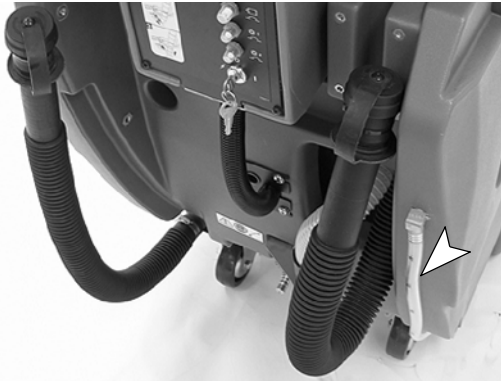

FIG. 12
7. Observez le niveau du réservoir de solution (Figure 12). Ne laissez pas le réservoir de solution vide lors du nettoyage de restauration par extraction. Si tel est le cas, le système de solution doit être réamorcé (Voir AMORCAGE DU SYSTEME DE SOLUTION).